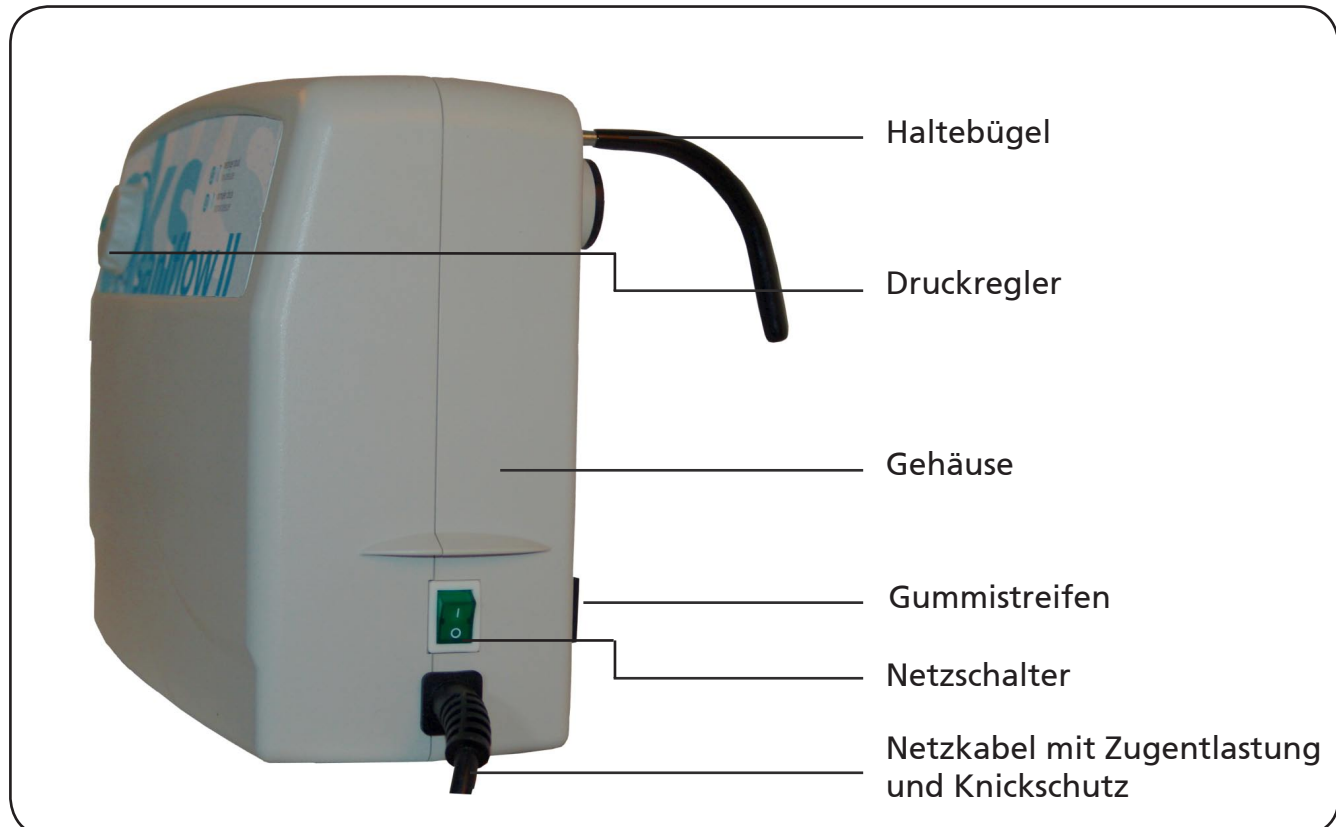
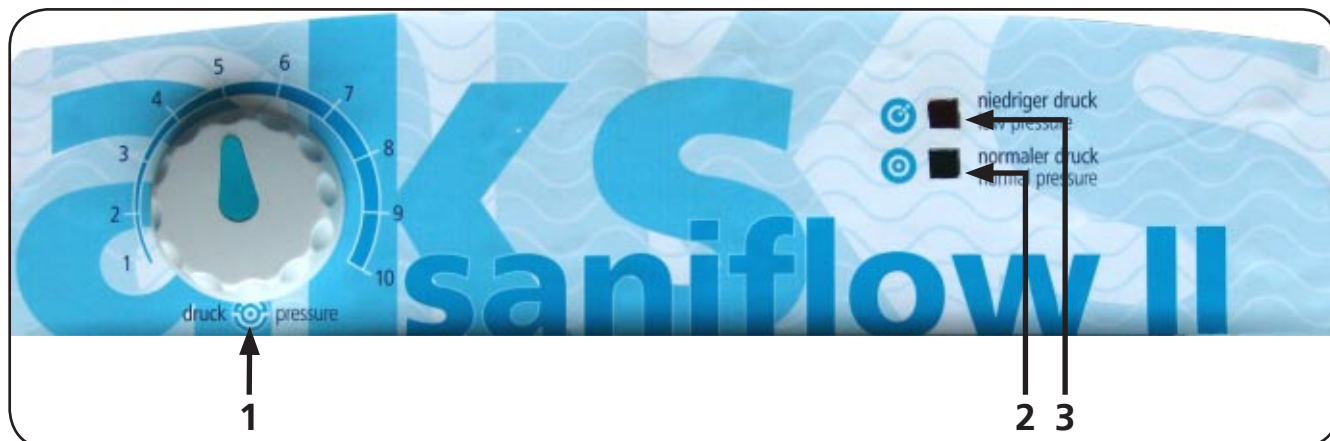

Abbildung 02
Abbildung 05
Über einen Druckregler am Aggregat (siehe Abbildung 02) kann der Fülldruck stufenlos in einem Skalierungsbereich von 1 bis 10 individuell an das Patientengewicht bzw. die momentane Belastungssituation angepasst werden.
Durch eine optische Alarmfunktion am Aggregat „niedriger druck“ (siehe Abbildung 05) wird ein möglicher Druckverlust bzw. Druckabfall im System signalisiert und somit das Risiko des Durchliegens minimiert.
1. Schalten Sie das Aggregat mit dem Netzschalter ein (siehe Abbildung 02). Die Betriebskontrollleuchte im Netzschalter leuchtet grün auf. Gleichzeitig leuchtet die rote LED „niedriger druck“ (siehe Abbildung 05).
3. Hat die Wechseldruckmatratze ihren Betriebsdruck erreicht, erlischt die rote LED „niedriger druck“ und die grüne LED „normaler druck“ (siehe Abbildung 05) leuchtet auf. Überprüfen Sie noch einmal den korrekten Sitz der Wechseldruckmatratze und das Wechseldrucksystem auf eventuelle Undichtigkeiten.